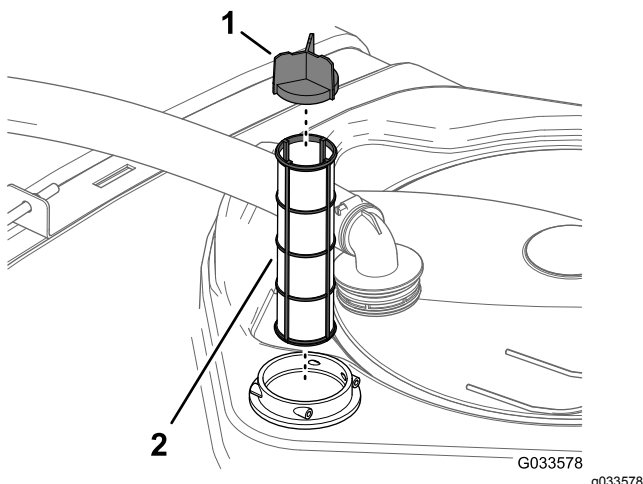

Figura 96
4. Retire el filtro de aspiración del alojamiento del filtro del depósito (**Figura 96**).